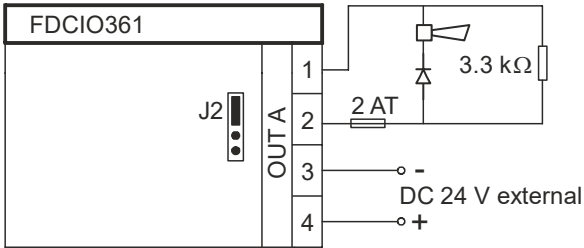
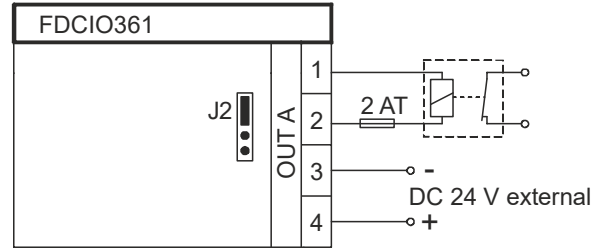
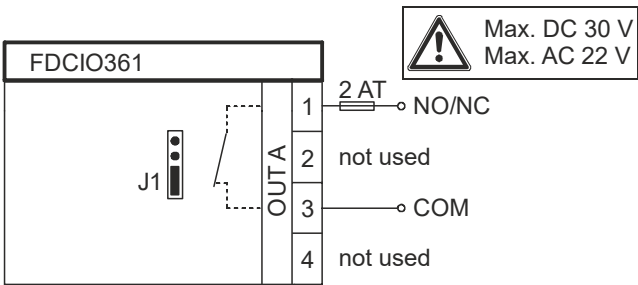

Fig. 9
Fig. 10
Fig. 11
- 'Normal operation' output: Fig. 9
- 'Inverted operation' output: Fig. 10
- Output not monitored: Fig. 11
- DC 24 V supply: Fig. 9/Fig. 10
4. Connect the jumper to J1/J2 depending on how the output is being used and connect the additional components as shown in Fig. 9, Fig. 10 or Fig. 11. Be sure to connect the resistor (Fig. 9) at the end of the line.
- Ausgang 'Normaler Betrieb': Fig. 9
- Ausgang 'Invertierter Betrieb': Fig. 10
- Ausgang nicht überwacht: Fig. 11
- DC 24 V-Speisung: Fig. 9/Fig. 10
- Stecken Sie den Jumper auf J1/J2 entsprechend der Einsatzart des Ausganges und schließen Sie die zusätzlichen Komponenten gemäß Fig. 9, Fig. 10 oder Fig. 11 an. Achten Sie darauf, dass der Widerstand (Fig. 9) am Ende der Leitung angeschlossen wird.